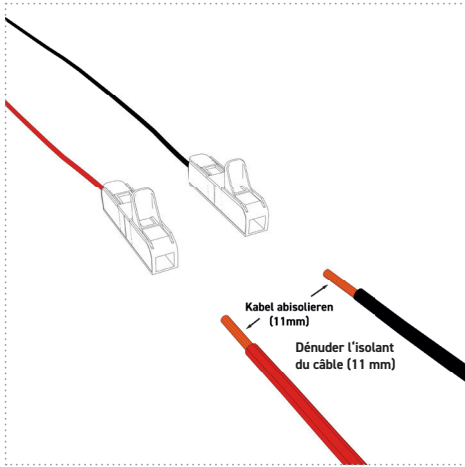

Figure 18
2. Dénudez les câbles de connexion côté bateau sur 11 mm (*figure 18*).